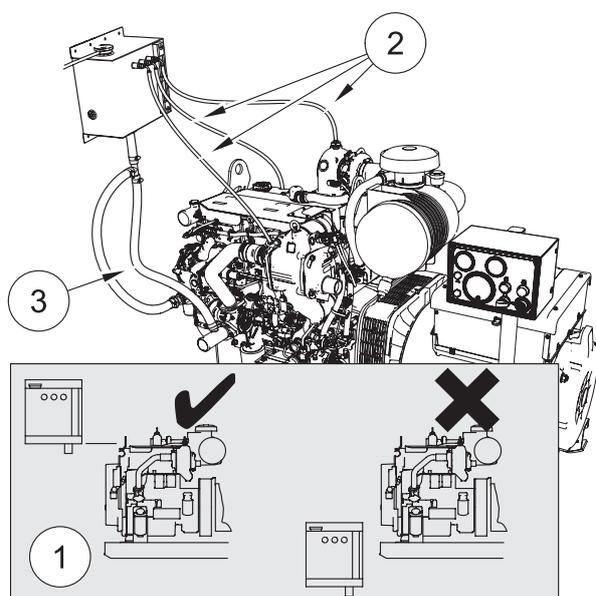

Abbildung 39
- 1 Montieren Sie das externe Ausdehnungsgefäß in einer Position, in der die Unterseite der Einheit der Darstellung in Abbildung 39 entspricht.
- 2 Schließen Sie die neuen Entlüftungsschläuche (2) an das Gefäß und an die Armaturen am Motor an.